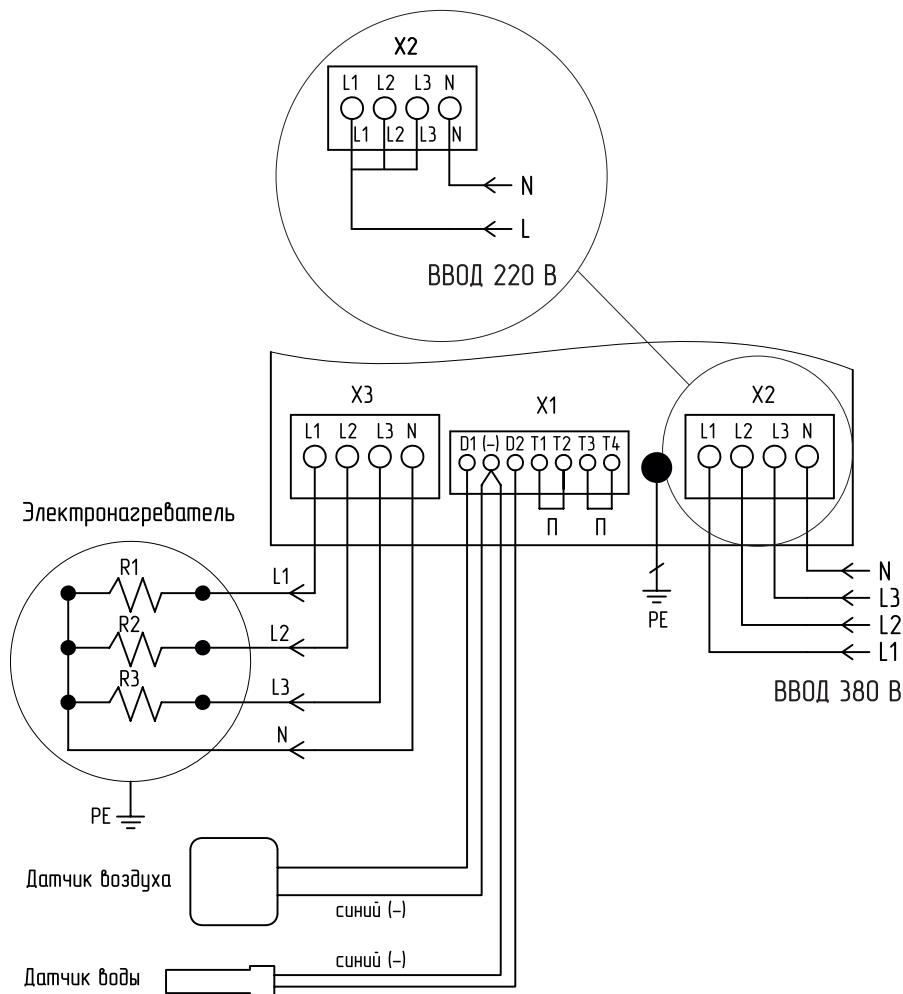

Рис.7 Схема подключения панели управления
9. Подключите панель к питающей сети кабелем соответствующего сечения, исходя из номинальной мощности котла или ТЭНБ, согласно схеме подключений (**Рис.7**) настоящего паспорта и инструкции по эксплуатации. Для обеспечения надежного контакта, места присоединения проводов необходимо тщательно затягивать. Ввод кабелей и проводов осуществляется с учетом сохранения степени защиты панели управления.
10. При подключении панели управления к однофазной сети переменного тока соедините вместе клеммы L1, L2, L3 клеммной колодки подключения силовых проводов и подключите их к фазному проводу питающей сети. Нулевой провод питающей сети подключается согласно схеме (**Рис.7**).
- Поместите в него датчик до упора, предварительно смазав термопастой (**Рис.7**);
- Подключите датчики к монтажной колодке X1 в соответствии со схемой (**Рис.7**), обращая особое внимание на полярность датчиков. Провода датчиков синего цвета, помеченные знаком (-) подключаются на клемму колодки X1, помеченную знаком (-) (**Рис.7**). Датчики подключаются медными проводами сечением 0,5-0,75 мм² необходимой длины. При длине провода более 10 метров желательно использовать провода, свитые в пары (не более 50 метров);
12. Подключите панель к котлу или твердотопливному котлу с установленным ТЭНБ, согласно схеме подключений (**Рис.7**) кабелем соответствующего сечения, исходя из номинальной мощности котла или комплекта ТЭНБ;
13. Выполните заземление (защитное зануление) корпуса панели, в соответствии со схемой подключений (**Рис.7**).
- Нулевой рабочий провод сети (N) должен подсоединяться к колодке X2 «НЕЙТРАЛЬ» внутри панели и к общему проводу ТЭН котла или ТЭНБ;
- Подключить внешний термостат к монтажной колодке X1 вместо перемычки (П) **Рис.7**.
Внимание! В случае отсутствия перемычки (П) или срабатывания внешнего термостата, подключенного вместо перемычки к колодке X1 (**Рис.7**) устройство будет отключено.
- Подключить датчик перегрева теплоносителя к монтажной колодке X1 вместо перемычки (П) **Рис.7**.
Внимание! В случае отсутствия перемычки (П) или срабатывания датчика перегрева теплоносителя, подключенного вместо перемычки к колодке X1 (**Рис.7**) устройство будет отключено.